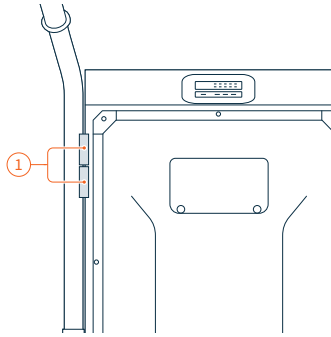

Abb. 11 Buchsen am betterGen (hervorgehoben)
Das betterGen ist mit zwei Buchsen für den Anschluss von Elektrogeräten ausgestattet (Abb. 11/🔌). Beide sind für Geräte mit einer Leistungsaufnahme von bis zu 16 A (230 V, 50 Hz) ausgelegt. Die untere Buchse ist für hohe kapazitive und induktive Lasten ausgelegt, die einen hohen Einschaltstrom erfordern. Die obere Buchse ist für niedrige kapazitive und induktive Lasten ausgelegt.
1. Schließen Sie das Elektrogerät am betterGen an (Abb. 11, ①).